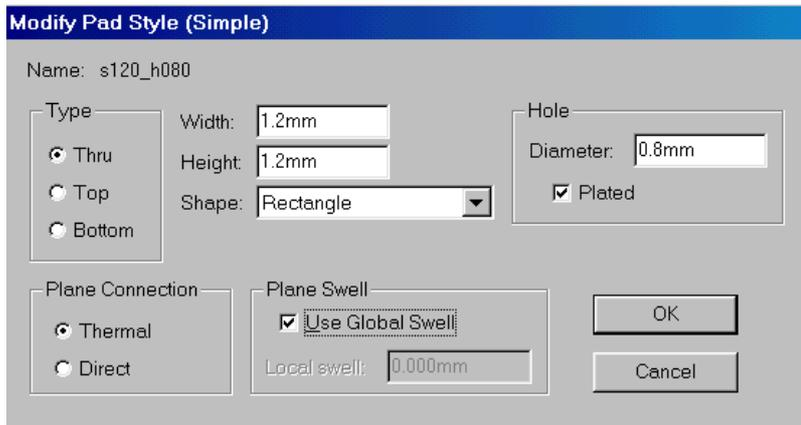

Рис. 7-17. Задание параметров простого стека
- 3) На панели **Modify Pad Style (Simple)** (рис. 7-17) в окне со списком *Shape* (форма) выберите прямоугольную форму контактной площадки – **Rectangle**. Формы контактных площадок, возможные для простых стеков перечислены в табл. 7-6.